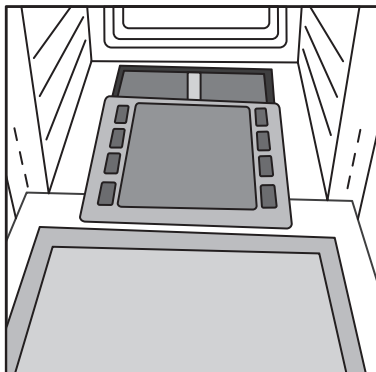

рис. 8
- выдвиньте и удалите нижний поддон (рис. 8)